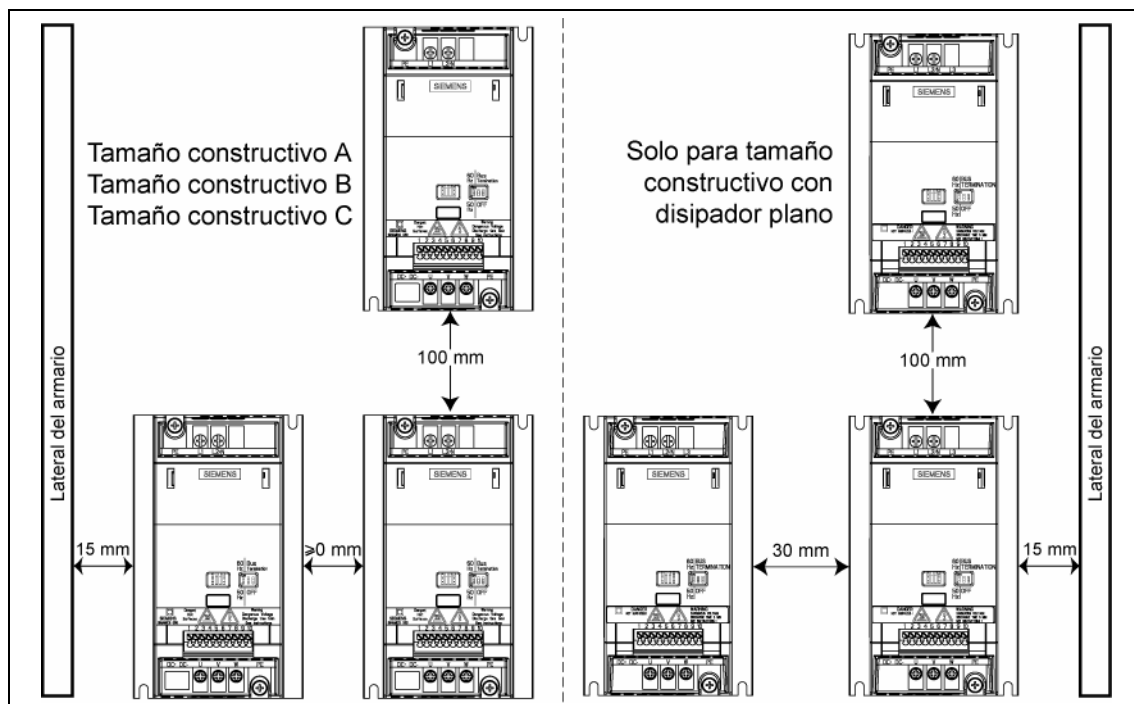

Figura 2-4 Separaciones para montar adosados varios convertidores SINAMICS G110.
Asegúrese que las aletas de enfriamiento del convertidor no estén tapadas ni obstruidas. Las distancias de montaje necesarias se encuentran en la Figura 2-4, en la página 25.
- Para montar convertidores uno junto a otro, es absolutamente necesario mantener las separaciones prescritas (véase Figura 2-4, en la página 25).